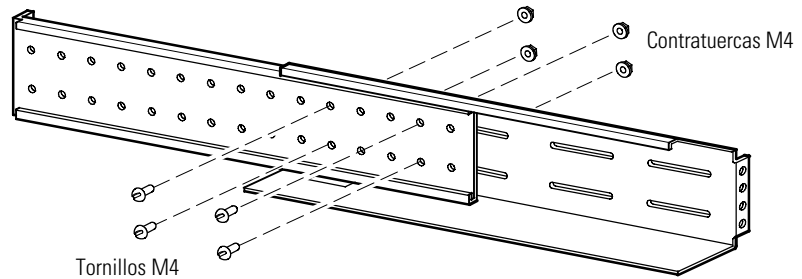

Figura 2. Apriete el ajuste del riel (se muestra el ensamble del riel derecho)
- Para apretar el ajuste del riel, ensamble cuatro tornillos mecanizados M4 y cuatro contratuercas M4 en medio del ensamble del riel. Apriete utilizando un desarmador de tuerca de 7 mm (9/32"). Consulte la Figura 2.